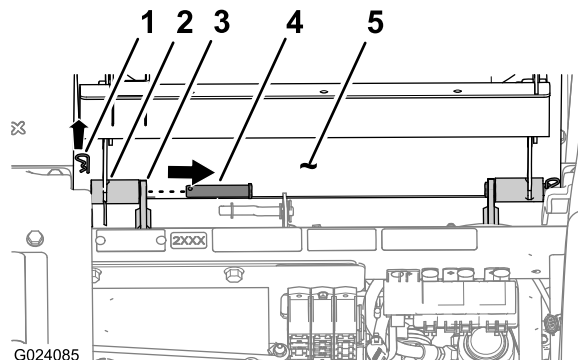

図 63
3. 座席と座席パンをシャーシに固定するヘアピン2本を取り付ける図 63。
4. 座席パンのピボットフィッティングをシャーシブラケットに固定するヘアピン2本を取り付ける図 63。